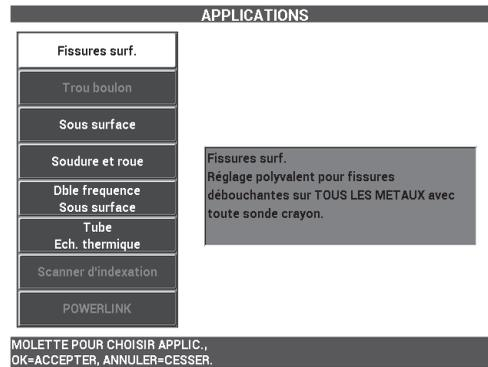

Figure 5-73 Application pour les fissures de surface
2. Appuyez une fois sur la touche ADV SETUP (  ), et puis sélectionnez le menu **CHOIX APPLIC** (touche A) pour l'ouvrir. Sélectionnez l'application **Fissures surf.** avec la molette de réglage, et puis appuyez sur  pour confirmer votre choix (voir la Figure 5-73 à la page 194).